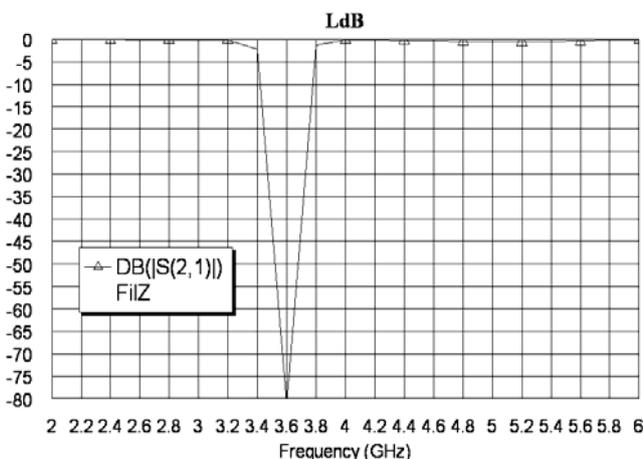
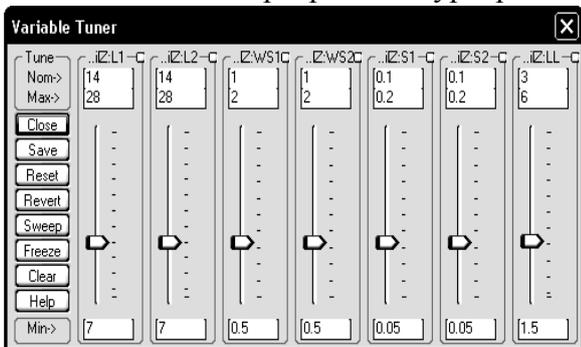

Рис. 1.64
Рис. 1.65
5. Щёлкните правой кнопкой мышки по графику и выберите **Properties**. На вкладке **Axes** открывшегося окна в области **Choose axis** отметьте **x**. В области **Divisions** снимите “галочку” в **Auto divs** и в поле **Step** введите **0.2**. Нажмите **Apply**. Масштаб по левой оси по умолчанию определяется автоматически. При настройке схемы может быть удобным зафиксировать этот масштаб, чтобы он не изменялся в процессе настройки. Поэтому в области **Choose axis** отметьте **Left 1**. В области **Limits** снимите “галочку” в **Auto limits** и в поле **Min** введите **-80**. В области **Divisions** снимите “галочку” в **Auto divs** и в поле **Step** введите **5**. Нажмите **Apply** и затем **OK**. Полученный график показан на рис. 1.64.
Tuner (Механизм настройки переменной, рис. 1.65). Установив курсор на верхнюю часть окна и, нажав кнопку мышки, можно переместить окно в любое удобное место.
4. Из графика рис. 1.64 видно, что характеристику необходимо сдвинуть вверх по частоте. Для этого необходимо уменьшить длину резонаторов **L1** и **L2**. Пределы регулировки переменных отображаются в полях **Min->** и **Max->**, текущее значение переменных – в поле **Nom->**. Установленные по умолчанию пределы регулировки могут быть настолько большими, что точную настройку выполнить трудно. Например, для **L1** и **L2** эти пределы могут быть от 7 до 28 (см. рис. 1.65). Чтобы настройка была плавной, уменьшите эти пределы. Т.к.